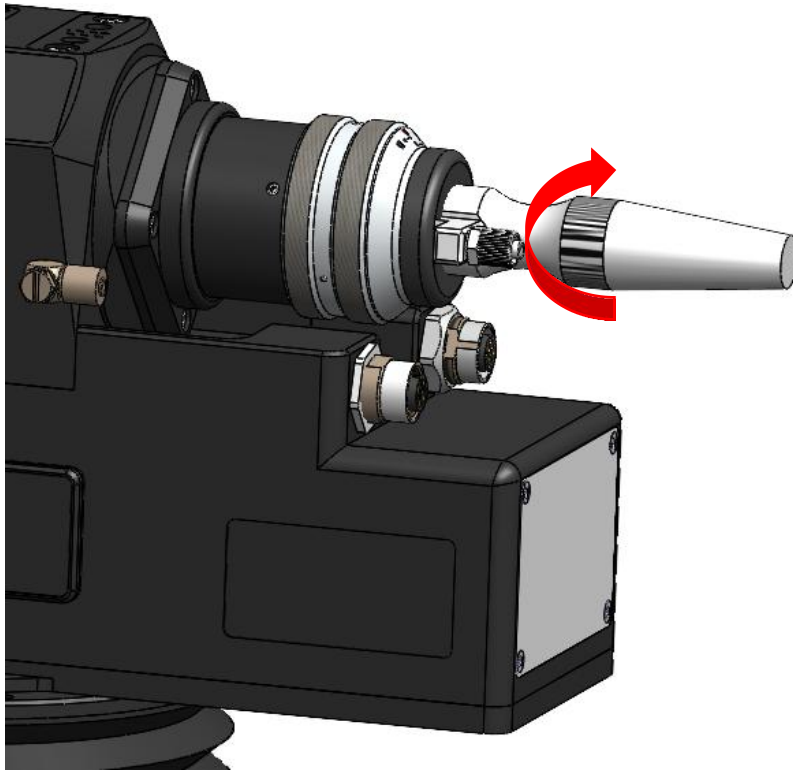

图2.2
- ⑤ 顺时针方向旋至极限位置（可以感觉到“噠”的一声），向上提起旋转螺母，再次顺时针旋转螺母直至压紧光纤头，将QBH连接器拧至锁紧状态（注意转到位即可，不要大力拧动，否则可能会损坏QBH内部结构），如图2.2所示。